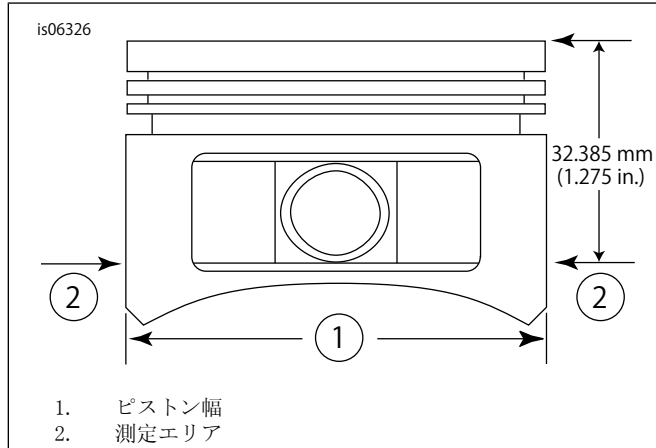

図2。ピストン測定
- 「図2」を参照してください。ピストン幅(1)を、ピストンピン穴の両側から水平に90度、ピストン(2)のデッキ面(上)から1.275in下で測定します。この位置のピストンとシリンダーのフィットについては、「表6」を参照してください。